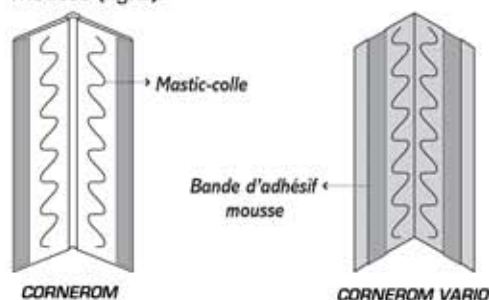

fig.1
- Placer le mastic-colle ROMUS sur la surface du profilé suivant le schéma ci-dessous (fig.1).